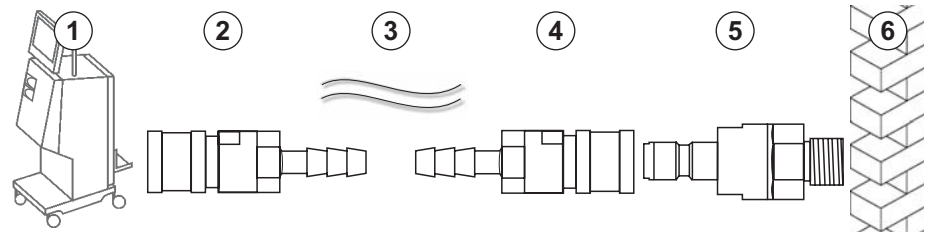
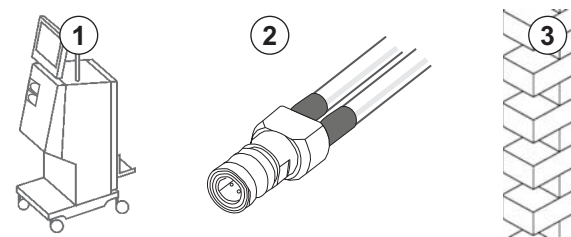

Bild 4-4 Tillval 1: Aquaboss kopplingar vatteninlopp
Bild 4-5 Tillval 2: Vatteninlopp med Aquaboss-koppling för vattenslinga
- Tillval 1: 2 slangkopplingar hona (Bild 4-4 , ② , ④ ), den flexibla slangens innerdiameter 9 mm, material 1.4571 EPDM
- Tillval 1: 1 förslutningsnippel hane ⑤ , material 1.4571 EPDM
- Tillval 2 (vattenslinga tillgänglig): Sekundär vattenslinga med P-Y-dubbel-adapter dead space-fri (Bild 4-5 , ② )
Tillval 2: En vattenslinga används. Slangarna som går från och till väggen är fästade i honkopplingen (Bild 4-5 , ② ).
1. Anslut honkopplingen ② direkt till maskinen.